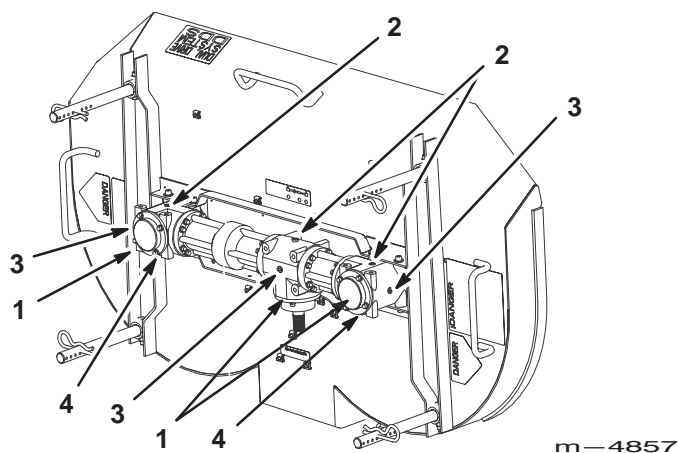

Figure 69
3. Une fois le plateau relevé, enlevez le bouchon au fond du boîtier. Attendez que tout le liquide se soit écoulé dans un bac de vidange (Fig. 69).
4. Remettez le bouchon en place et après avoir appliqué du produit d'étanchéité sur les filetages au besoin (Fig. 69).
5. Enlevez le bouchon de remplissage en haut du boîtier d'engrenages (Fig. 69).
7. Remettez le bouchon en haut du boîtier d'engrenages (Fig. 69).
3. Enlevez le bouchon latéral du boîtier. Le niveau de liquide doit atteindre le trou latéral (Fig. 69).
4. Versez éventuellement du liquide de transmission automatique (Dexron[®]III ou équivalent) dans le trou supérieur, jusqu'à ce qu'il s'écoule par le trou latéral. Le boîtier est plein quand le liquide sort par le trou latéral (Fig. 69).
5. Remettez les bouchons supérieur et latéral, après avoir enduit leurs filetages de produit d'étanchéité (Fig. 69).